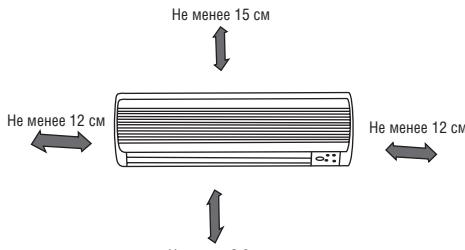

Рис. 1
- Выполните разметку под отверстия в соответствии со схемой, представленной на Рис. 1. Просверлите одно отверстие ($\varnothing 65$ мм) с небольшим уклоном к наружной поверхности стены.